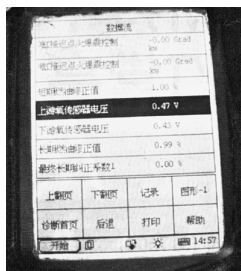

图 4-19 故障车 1 号氧传感器的信号电压
(1) 故障现象 一辆 2012 年出厂的长安新羚羊手动变速器轿车, 累计行驶里程约为 5600km, 出现发动机故障指示灯常亮的现象。
(2) 故障诊断 首先连接故障检测仪调取故障码, 分别为 P0030-氧传感器控制线路开路; P0134-上游氧传感器信号线路故障, 如图 4-18 所示。接故障检测仪读取数据流, 发现 1 号氧传感器的信号电压一直在 6.47V 无变化, 如图 4-19 所示, 该数据异常。结合故障码分析, 认为可能是氧传感器加热线路及信号线路故障所致。于是断开蓄电池负极接线, 测量氧